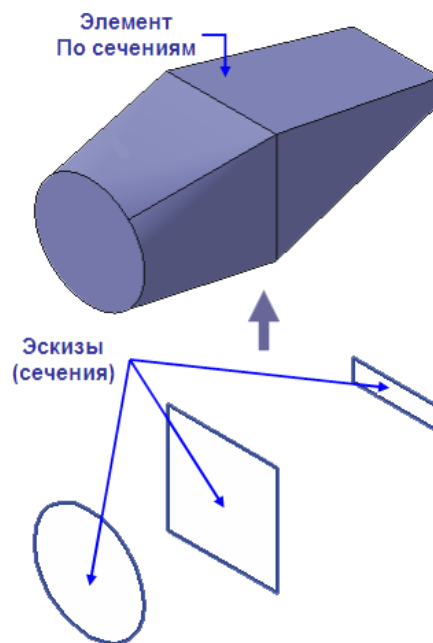

Рисунок 31 – Операция по сечениям
**Операция по сечениям** – построение объемного элемента по нескольким эскизам (сечениям) (рисунок 31).